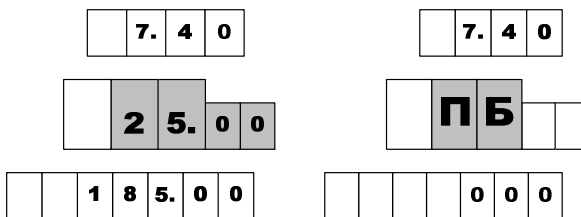

Рисунок 5
8.2 Для выдачи топлива необходимо задать дозу с системы управления. Когда устройство будет готово к отпуску топлива, в средней строке табло мигающими символами отобразится величина *заданной* дозы, а в случае отпуска "до полного бака" – символы "ПБ" (рисунок 5). Это дает клиенту удобный способ определить, когда можно начать заправку, а также убедиться, что задано именно то количество топлива, которое он заказывал. Для запуска налива необходимо снять раздаточный кран или подать команду "Пуск" с системы управления, после чего значения стоимости и объема на табло обнуляются. С этих пор на табло отображается *отпущенная* на текущий момент доза.